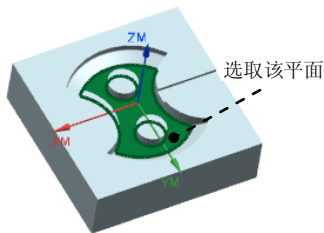

图 21.47 选取参考面
Step2. 在 **主要** 选项卡中 **过滤器类型** 区域确认  按钮被按下, 选中 ☒ **忽略岛** 复选框, 在“修剪边界”对话框中选择 **修剪侧** 区域的 ☒ **内部** 单选项, 然后在图形区选取图 21.47 所示的面, 在“修剪边界”对话框中单击 **确定** 按钮。